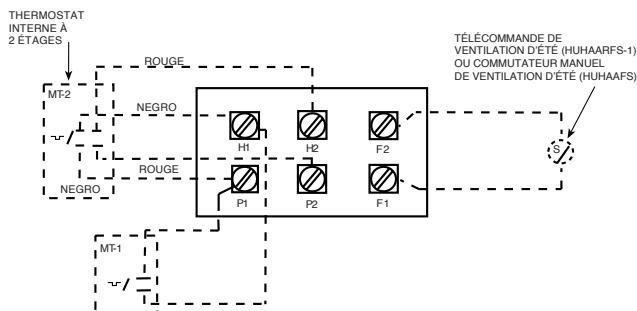

Figure 4. Carte de terminaison de commandes (pour radiateurs sans contacteur)
3. Sur les radiateurs **non fournis avec un contacteur interne** (3 et 5 kW), référez-vous à la Figure 4 comme schéma de câblage.